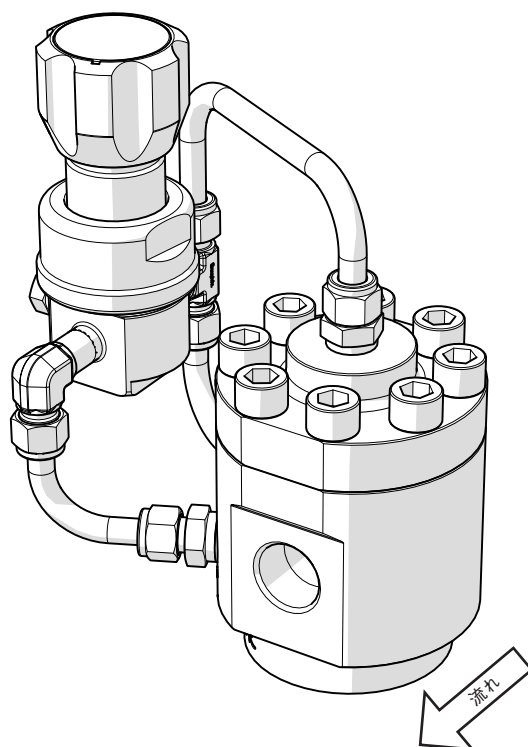
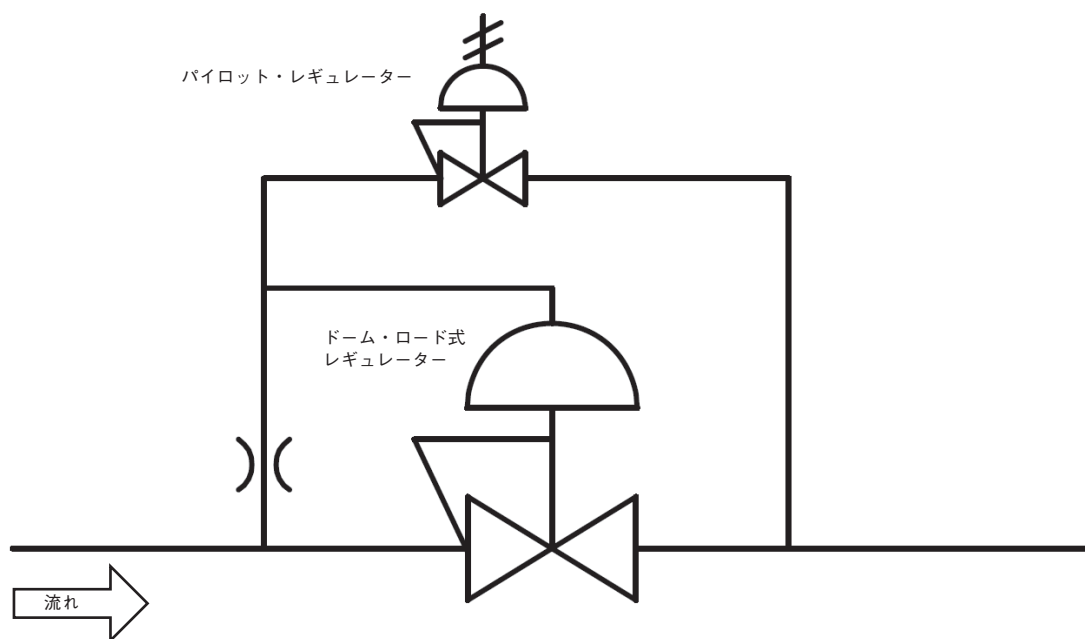

図 1
図 2
- レギュレーターは、図 1 (9 ページ参照) に従って、平行かつスプリング・ハウジング／ドームが上を向くように取り付けてください。これ以外の状態で取り付けた場合、部品が摩耗するリスクが高まります。
- **一体型パイロット制御**：本セットアップでは、ドーム・ロード式レギュレーターはアセンブリーの一部としてパイロット・レギュレーターが付属しています(図1)。パイロット・レギュレーターはシステム圧力から供給されており、手動で操作してドーム圧力を制御します(図2)。本セットアップは、液体アプリケーションには適していません。